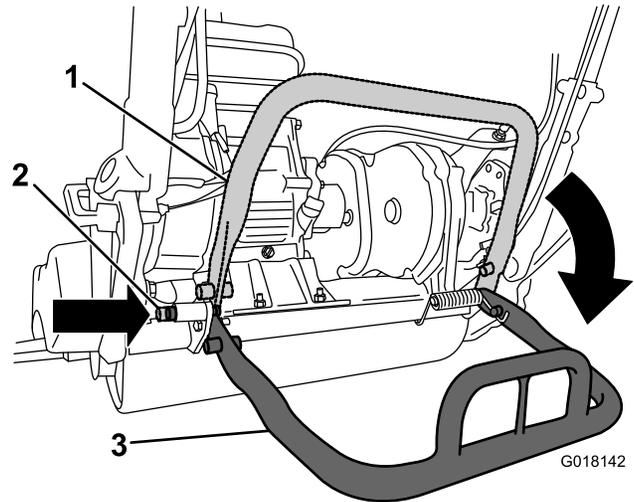

图23
- 为防止在拆卸滚刀时设备向后倾覆应降低支撑架并推入锁定销将支撑架锁定在维修位置图23。